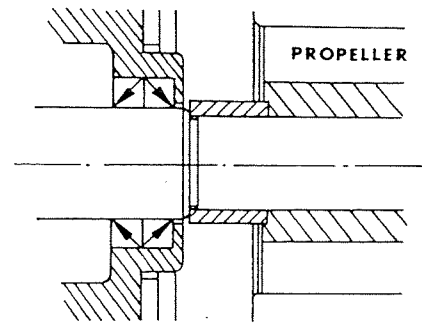

Fig. 21
1. Smörj in de båda tätningringarna (36) med fett och pressa in dem i propellerlagerhuset med hjälp av verktygen 884283 och 9991801. OBS! Tätningringarna skall vändas så att de tätar dels mot oljan i växelluset och dels mot vatten. Se fig. 21.